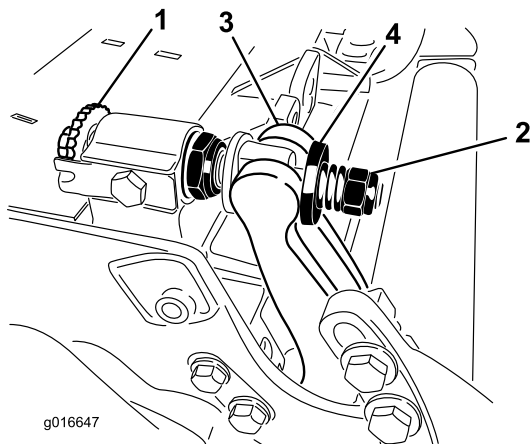

図 28
1. ベッドバー調整ねじを左に回して下刃とリールの接触を完全になくす 図 28。
2. スプリングテンションナットをゆるめて、ワッシャがベッドバーを全く押さないようにする 図 28。